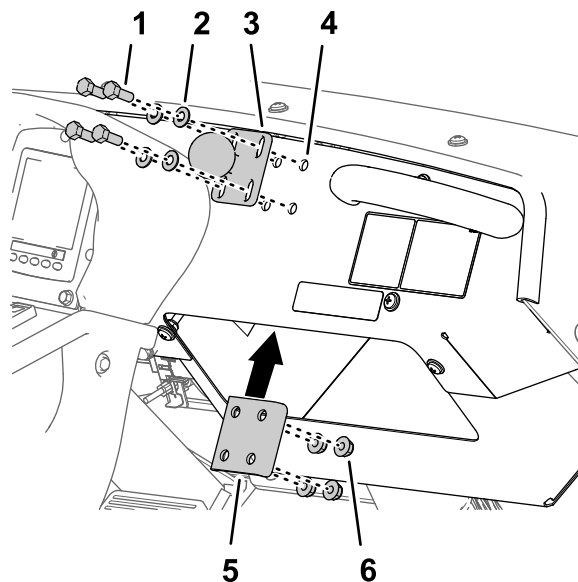

Figure 130
- Fixez le support à rotule à la planche de bord à l'aide des 4 boulons à embase ($\frac{1}{4}$ " x $1\frac{1}{2}$ "), du raidisseur et du contre-écrou à embase ($\frac{1}{4}$ "), comme montré à la Figure 130.